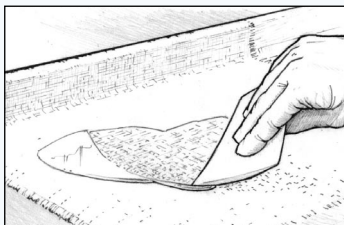

Figura 29 Extienda el epoxi sobre la superficie de la tela con una espátula de plástico.
5. Extienda el epoxi sobre la superficie de la tela con una Espátula de Plástico 808, empujando el epoxi con cuidado desde el centro hacia las zonas secas (Figura 29). A medida que se moja la tela se hace transparente, indicando que ha absorbido suficiente epoxi. Al aplicar la tela sobre superficies porosas, asegúrese de dejar suficiente epoxi para que se absorba tanto en la tela como en la superficie subyacente. Intente no trabajar el epoxi demasiado con la espátula sobre la superficie mojada, puesto que esto produce diminutas burbujas de aire que quedan en suspensión en el epoxi. Esto es especialmente importante si se requiere un acabado transparente.